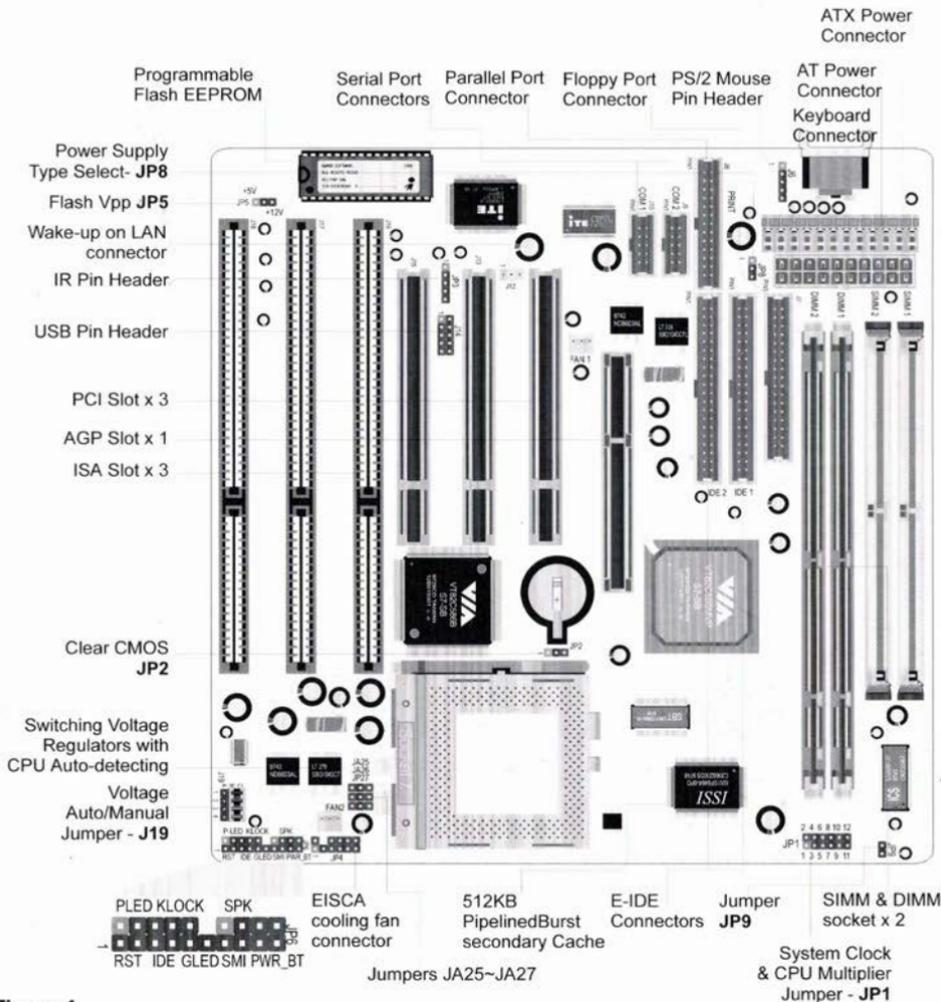

Figure 4
1) CPU Configuration: the correct (i) voltage, (ii) system clock & (iii) multiplier setting must be properly configured by manipulating (i) Jumper Block J19, (ii) the front portion of jumper JP1 & (iii) the rear portion of jumper JP1. Please refer to Figure 4 for the location of these jumpers.
1) CPU-Einstellung: die Jumper zur Einstellung von CPU-Spannung (Jumperblock J19), Systemtakt (erste Hälfte von JP1) und Multiplikator (zweite Hälfte von JP1) müssen entsprechend der verwendeten CPU richtig gesetzt werden. Auf dem Übersichtsbild (Figure 4) lassen sich die Positionen dieser Jumper leicht ermitteln.